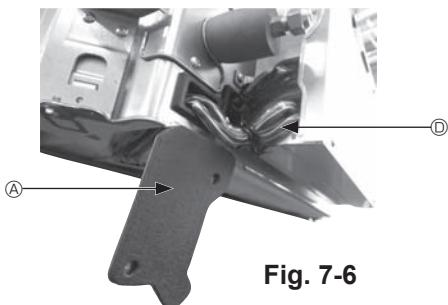

Fig. 7-6
- ① Снимите два винта, крепящих крышку проводов основного блока, а затем откройте крышку.
- ② Проложите провода датчика i-See и приемника сигнала в каналы для проводов в коробке электрических компонентов, как показано на схеме, и вокруг втулки на стороне основного блока. (Fig. 7-6)